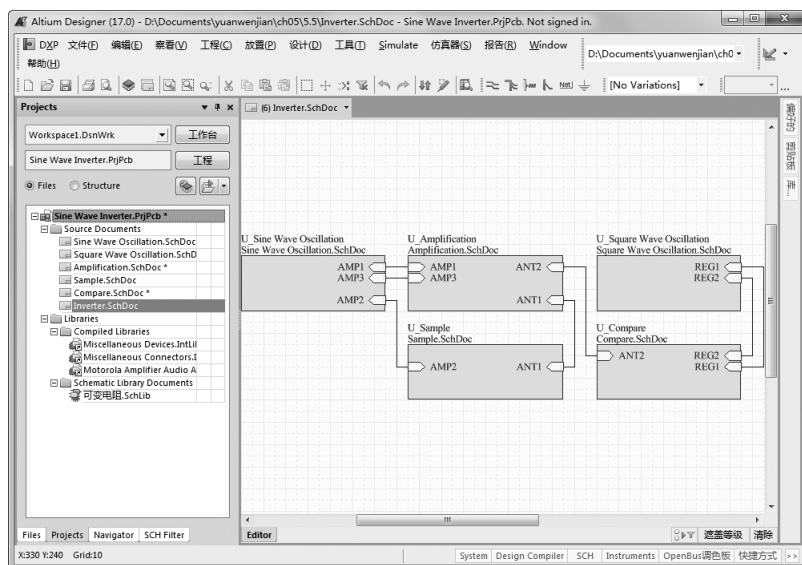

图 5-32 绘制连线
(4) 连接导线。单击“布线”工具栏中的  (放置线) 按钮，完成方块图中电路端口之间的电气连接，如图 5-32 所示。